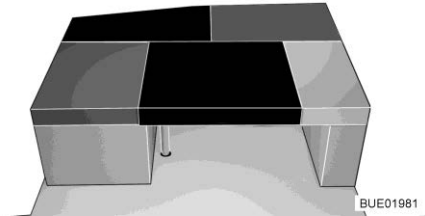

Fig. 166 Après la transformation
- Poser le coussin supplémentaire rectangulaire sur la table (entre les coussins d'assise et de dossier du siège latéral, voir Fig. 166).